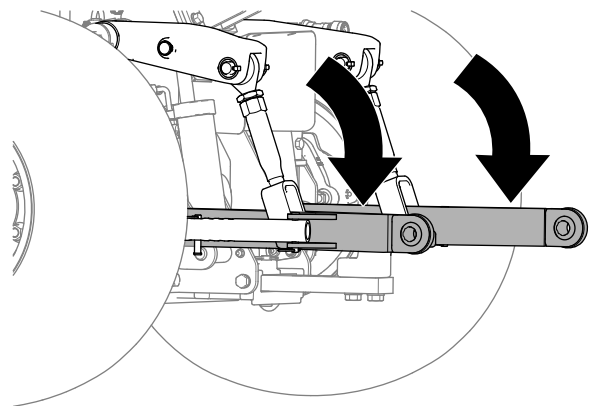

Figura 14
1. Baje los brazos de enganche inferiores de la unidad de tracción (Figura 14).